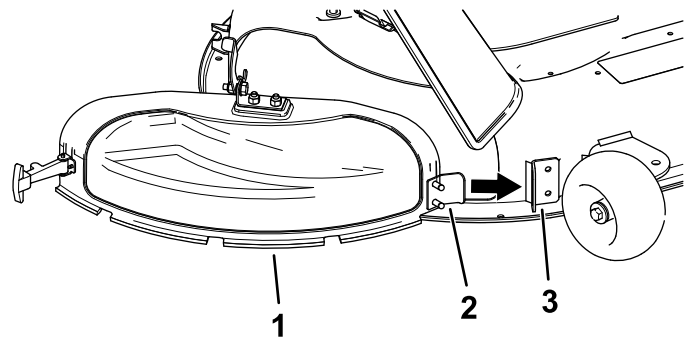

Figura 14
3. Oriente a patilha de metal na cobertura de descarga para a ranhura no suporte soldado à plataforma do cortador (**Figura 14**).